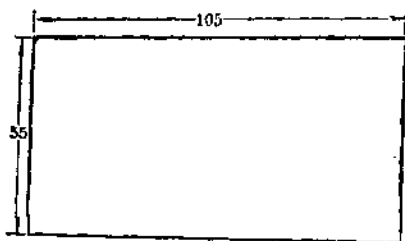
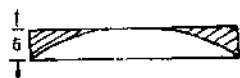

图 6
图 7
4. 车头盖板: 用 $5 \times 55 \times 105$ [毫米]³ 木板一块制车头盖板(图 6), 车头盖板向上一面呈弧形, 可用削刀将盖板如图 7 削去两边成弧形, 然后用砂皮砂光。将 $4 \times 4 \times 210$ [毫米]³ 木条分成 $4 \times 4 \times 80$ [毫米]³ 二根和 $4 \times 4 \times 50$ [毫米]³ 一根,